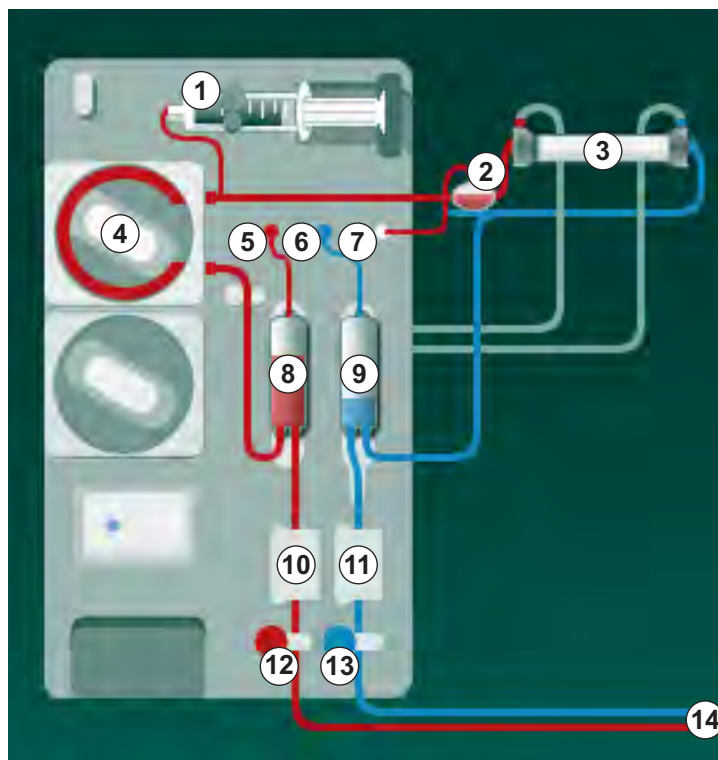

Рис. 9-3 Вставка системы кровопроводящих магистралей - Перекрестная процедура с одной иглой
1. Зафиксируйте диализатор (Рис. 9-3, ③) в держателе (см. раздел 5.6 Подключение диализатора (100)).
- 5 Датчик артериального давления (PA)
- 6 Датчик венозного давления (PV)